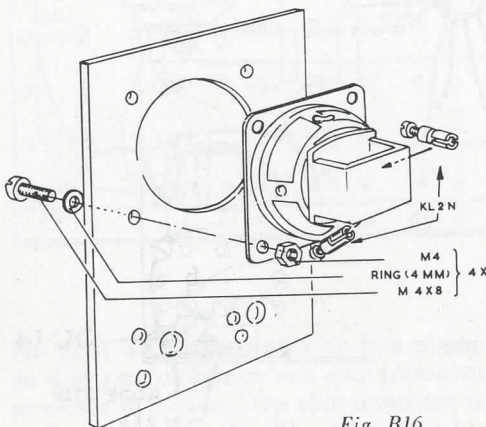

Fig. B16
26. Bevestig de luidspreker nu met vier dikke boutjes $M 4 \times 10$ aan het houten klankbord (fig. B16). Onder de koppen van de boutjes komen (grote) ringen, om te voorkomen dat deze in het hout van het klankbord doordrukken. Zorg er voor, dat de twee klemmen KL 2 N aan de juiste zijde komen: één onder en één rechts.